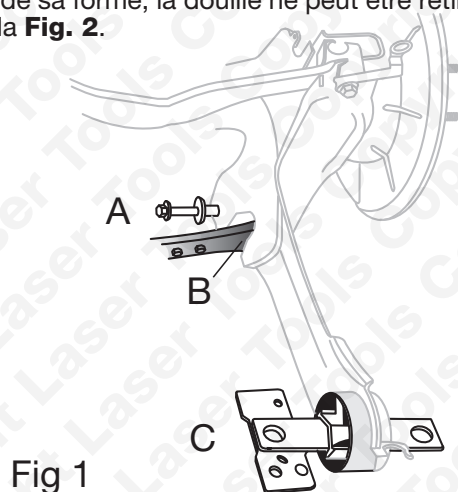

Fig 1
- Se reporter à la **Fig. 1** :